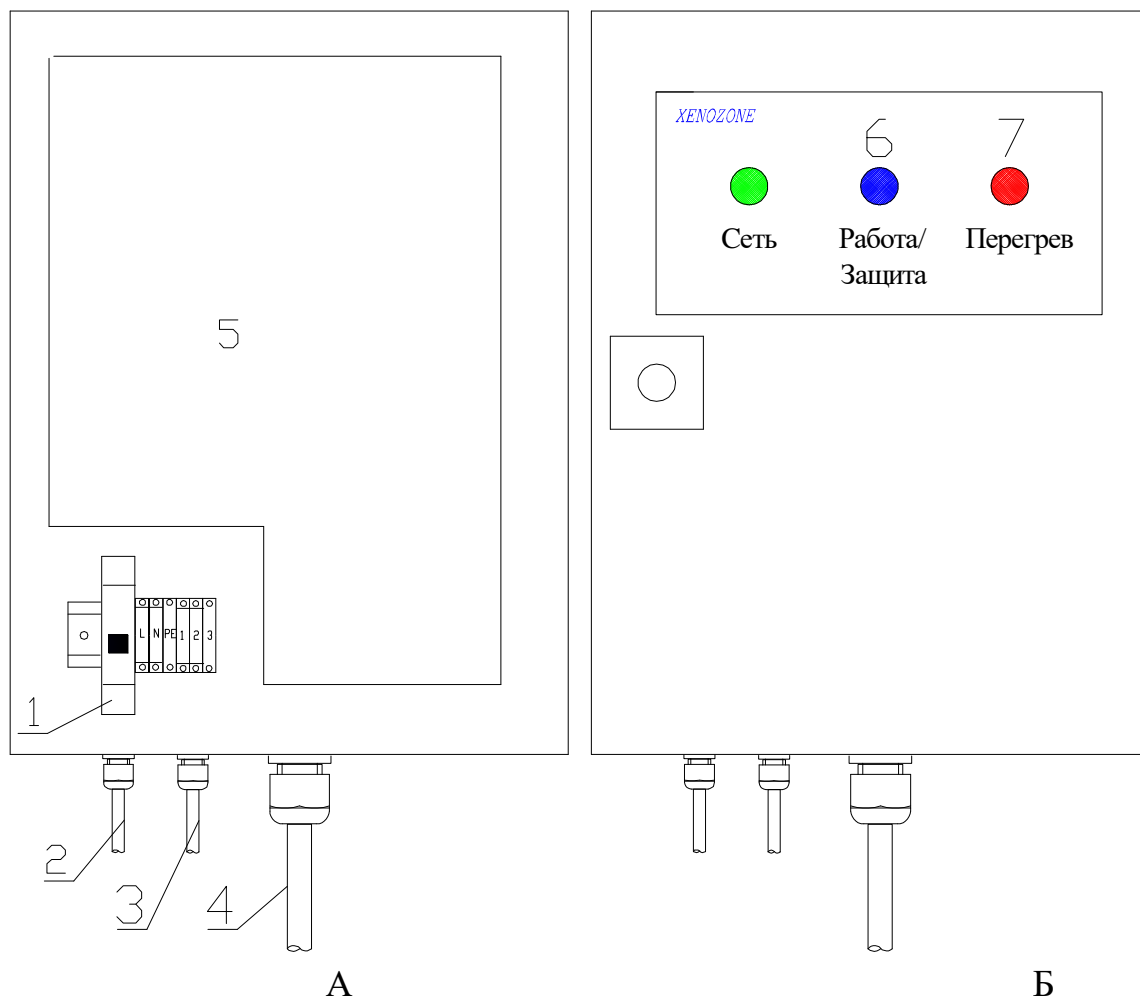

Рис.6 Источник питания генератора озона XENOZONE-XOZ-10
На Рис.6 показан вид источника питания генератора озона XENOZONE-XOZ-50 с открытой (А) и закрытой (Б) дверцей.
2. Автомат 1 (см. Рис. 6,7) установить в положение «вкл». При этом:
- через 2-3 секунды непрерывно загорается индикатор состояния источника питания (6), что означает подачу высокого напряжения на генератор озона.